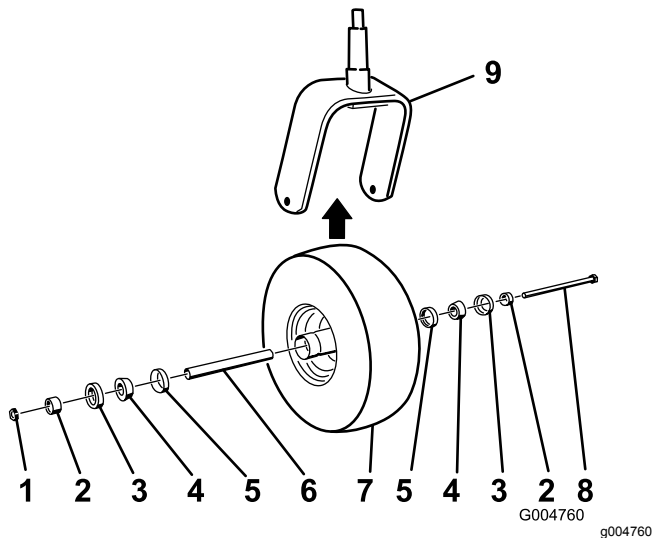

図 42
2. 端子ボルトからナットを外す 図 42。
5. コーンベアリングにグリスをパックし、ベアリングとシールをホイールハブに入れ、図 42 に示すようにキャスタホイールを組み付ける